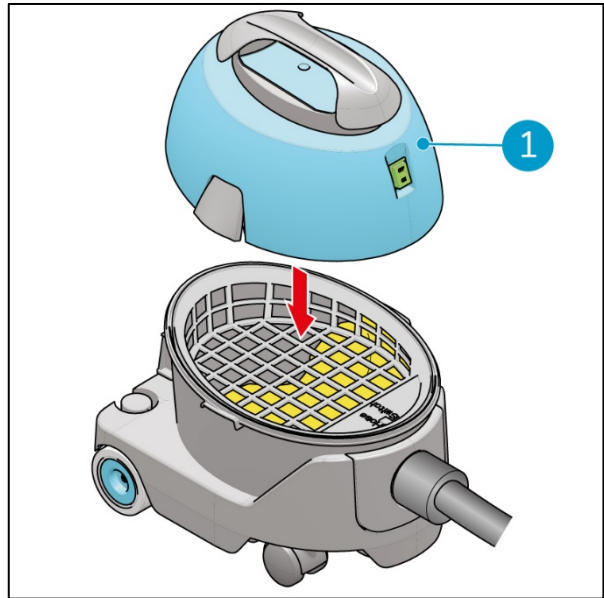

Figura 20
2. Coloca de nuevo el cabezal (Figura 20, pos. 1) en el bidón.